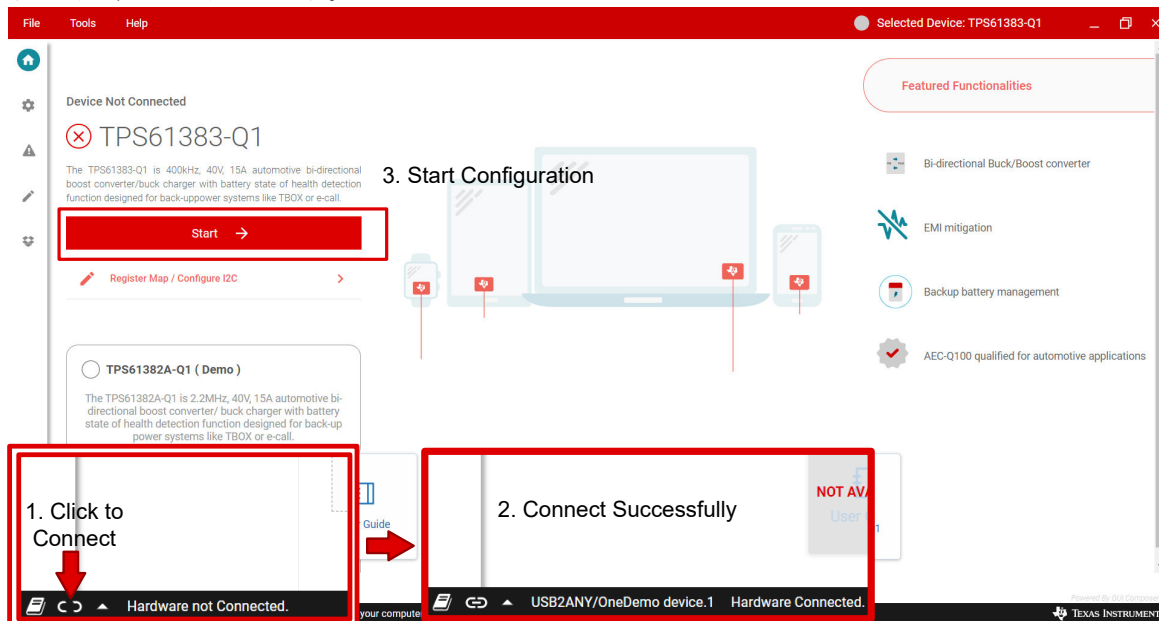

図 3-2. 接続と開始
3. 図 3-2 が示すように、画面下部の「接続」ボタンを選択します。GUI とデバイスを接続した後、GUI はすべてのレジスタを読み取り、通知を表示します。